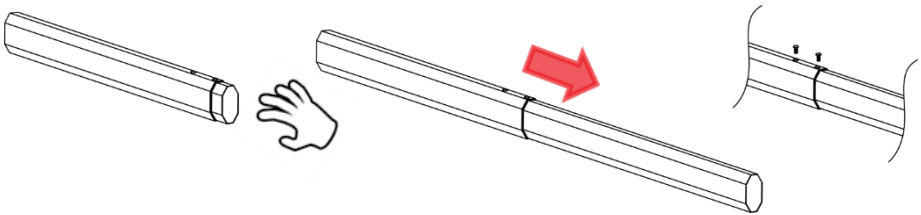

Figura 1 Ajuste o braço da cancela e coloque/parafuse os 2 parafusos
- Puxe o braço telescópico da cancela para fora e prenda-o com 2 parafusos, conforme mostrado na Figura 1.